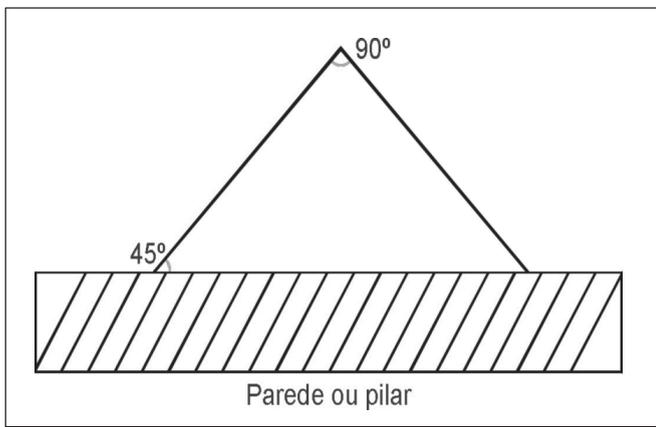

Figura 1: Instalação de placa angular
6.5.4.2 As placas utilizadas na sinalização podem ser do tipo plana ou angular; quando angular, devem seguir as especificações conforme demonstrado na Figura 1, abaixo: